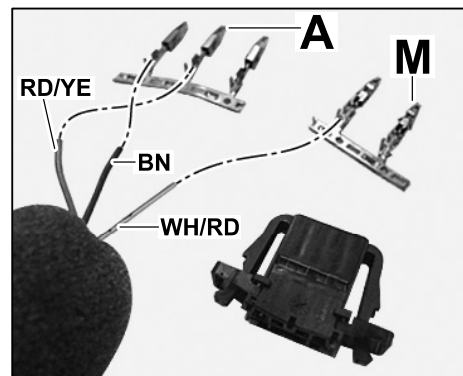

Bild 16
- 5.1.2 Je einen Buchsenkontakt (N 103 358 01) $\Rightarrow$ Bild 16 **-A-** mit Leitung BN und Leitung RD/YE sowie Buchsenkontakt (N 103 357 01) $\Rightarrow$ Bild 16 **-M-** mit Leitung WH/RD zusammencrimpen.